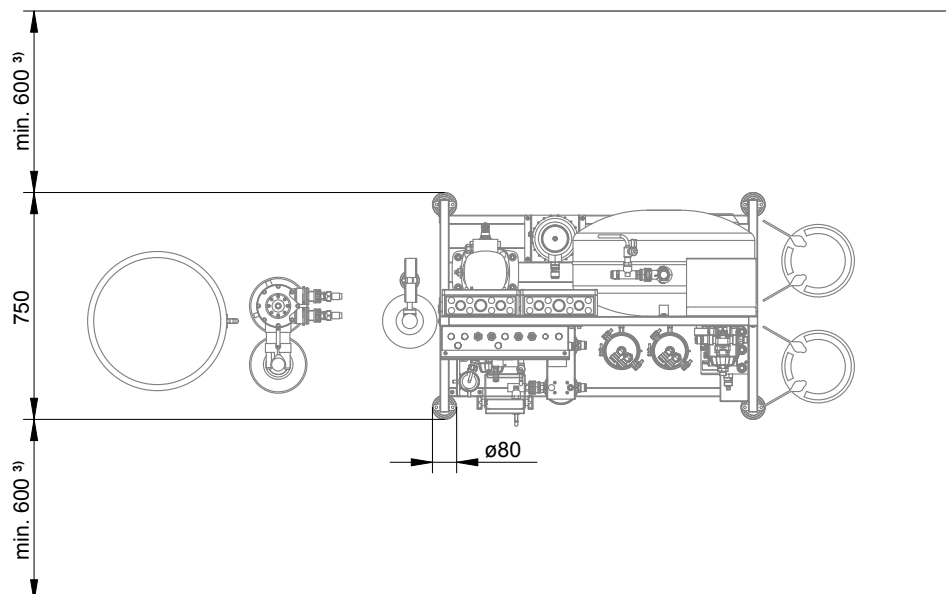

Abb. 5: Systemabmessungen Vita Power RO-DI-CO-UV-HP (Masse in mm)
Hinweis: Die nachfolgende Beschreibung der Montage des Condair Vita Power gilt für alle Modelle. Beachten Sie dabei die Systemabmessungen der einzelnen Modelle (siehe Abb. 5 bis Abb. 8).
1. Stellen Sie das Condair Vita Power unter Einhaltung der maximalen und minimalen Abstände (siehe Abb. 5 bis Abb. 8) am gewünschten Ort im Raum auf den Boden.
Für die Platzierung und Montage des optionalen Wasserenthärters für die Modelle Condair Vita Power RO-DI-CO-UV-HP, Condair Vita Power RO-UV-HP und Condair Vita Power RO beachten Sie bitte Abb. 5, Abb. 6 und Abb. 8 und die Angaben und Sicherheitshinweise in der separaten Anleitung zum verwendeten Enthärter.
Für die Platzierung der Deionisierpatronen für das Modell Condair Vita Power RO-DI-CO-UV-HP beachten Sie bitte Abb. 5 und die Angaben und Sicherheitshinweise in der separaten Anleitung zu den Deionisierpatronen.
Für die Platzierung und Befestigung der CO₂-Druckgasflasche für das Modell Condair Vita Power RO-DI-CO-UV-HP beachten Sie bitte Abb. 5 und die lokalen Sicherheitshinweise zum Umgang mit CO₂-Druckgasflaschen.